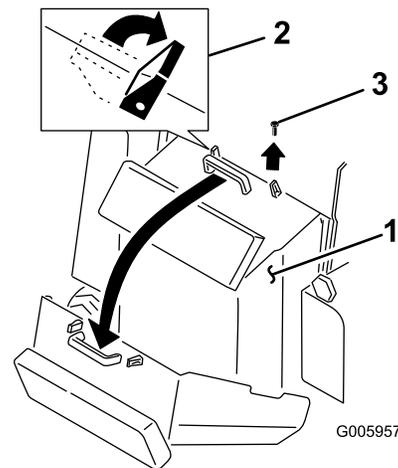

Figure 23
- Dégagez les 2 languettes de blocage en haut du couvercle d'accès arrière (Figure 23).
- Enlevez le boulon situé près de la languette de blocage droite (Figure 23).
- Pour ouvrir le couvercle, tirez-le vers le haut et en arrière par la poignée (Figure 23).